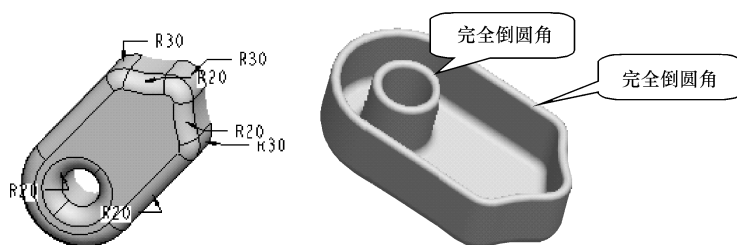

图 7-128 倒圆角抽壳模型
(2) 打开“\习题\第7章\ xiti7-2-2.prt”，根据所给模型创建如图 7-128 所示的倒圆角和壳特征，壳厚为 10，厚度方向为朝模型内部，各圆角尺寸如图 7-128 所示。